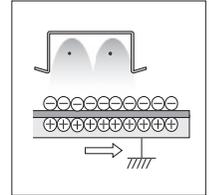

図1
- (1)帯電：細い電線がマイナスになるように高電圧をかけ、感光体にマイナスの静電気を帯電させます。暗室では感光体は絶縁体になり静電気をためることができます（図1）。